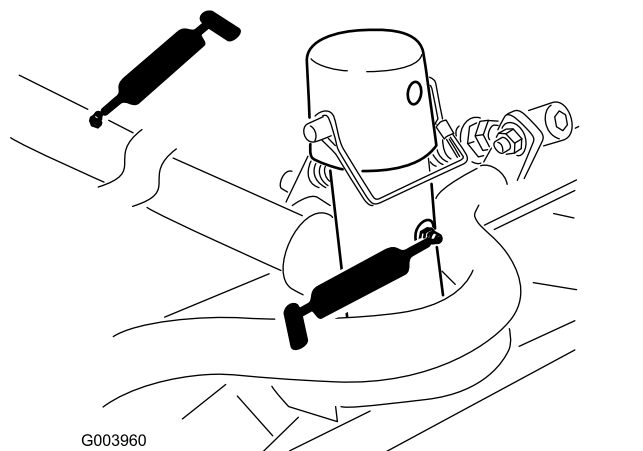

Bild 78
- Schneideinheitträgerrahmen und Drehzapfen (2) (Bild 78)